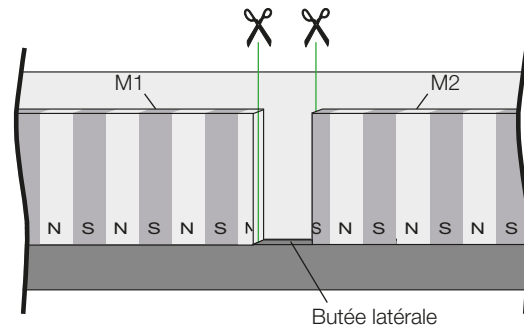
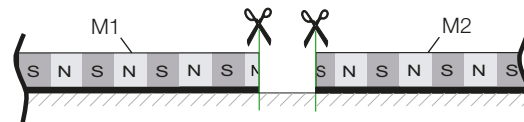

Fig. 4-7 : Vue de dessus des corps de mesure
Fig. 4-8 : Vue de côté
Plus la distance entre les deux corps de mesure est faible et plus le positionnement des corps de mesure montés en série est précis, plus l'écart magnétique de linéarité au point d'impact est faible. Sectionner de manière verticale les deux extrémités des corps de mesure au point d'impact (Fig. 4-7 et Fig. 4-8).
1. Le corps de mesure M1 est déjà collé. Fixer une butée latérale au point d'impact, afin de pouvoir positionner le corps de mesure M2 en série avec précision (Fig. 4-7).